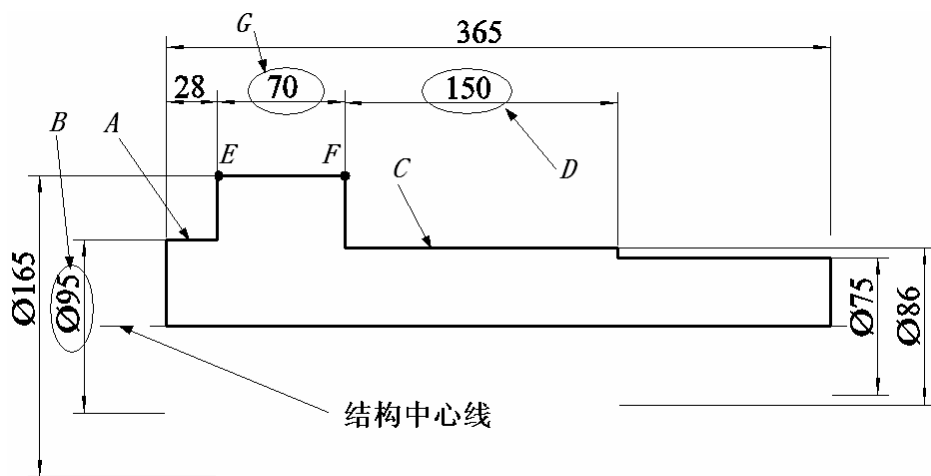

图2-1 阶梯轴半侧轮廓线
【练习2-1】：草绘阶梯轴半侧轮廓线，如图 2-1 所示。
3. 标注直径尺寸，参照图 2-1。
4. 标注线段尺寸，参照图 2-1。